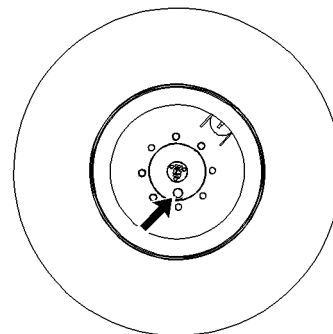

Ilustración 253
1. Estacione la máquina en un terreno horizontal. Coloque el tapón de drenaje en la posición que se muestra en la ilustración 253.